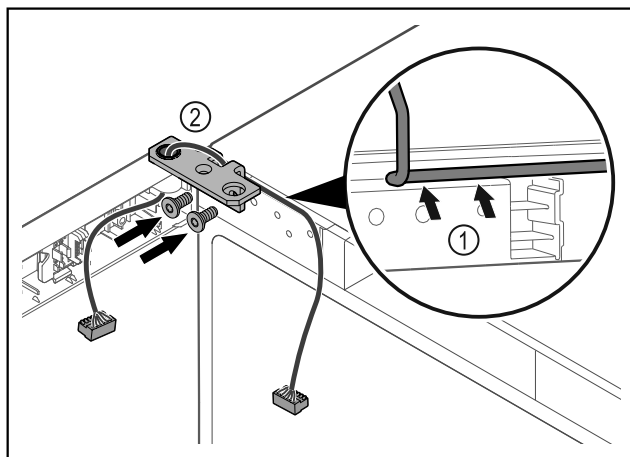

Fig. 42
- Проведите кабель через отверстие в шарнирном уголке и аккуратно уложите его (Fig. 42 (1))
- Привинтите шарнирные уголки (Fig. 42 (2))